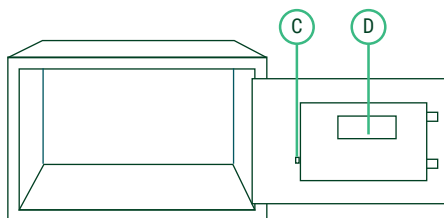

Abb. 2
Öffnen Sie den Safe, nehmen Sie die Kunststoffabdeckung des Batteriefachs an der Innenseite der Tür (Punkt „D“ in Abb. 2) ab und legen Sie die Batterien ein. Vergewissern Sie sich, dass die Batterien richtig eingelegt wurden.
- A. Drücken Sie bei geöffnetem Safe den roten Taster („C“ in Abb. 2) an der Innenseite der Tür. Es erklingt ein Piepton und das gelbe Lämpchen leuchtet auf.
Öffnen Sie zwecks Batteriewechsel die Abdeckung an der Innenseite der Tür (siehe Punkt D in Abb. 2) und tauschen Sie die Batterien aus.